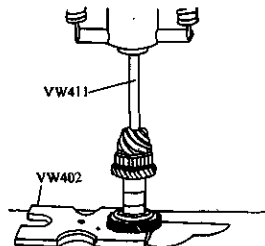

图 3-90 安装三档齿轮
4) 安装三档齿轮 (如图 3-90 所示), 凸缘应朝向四档齿轮。